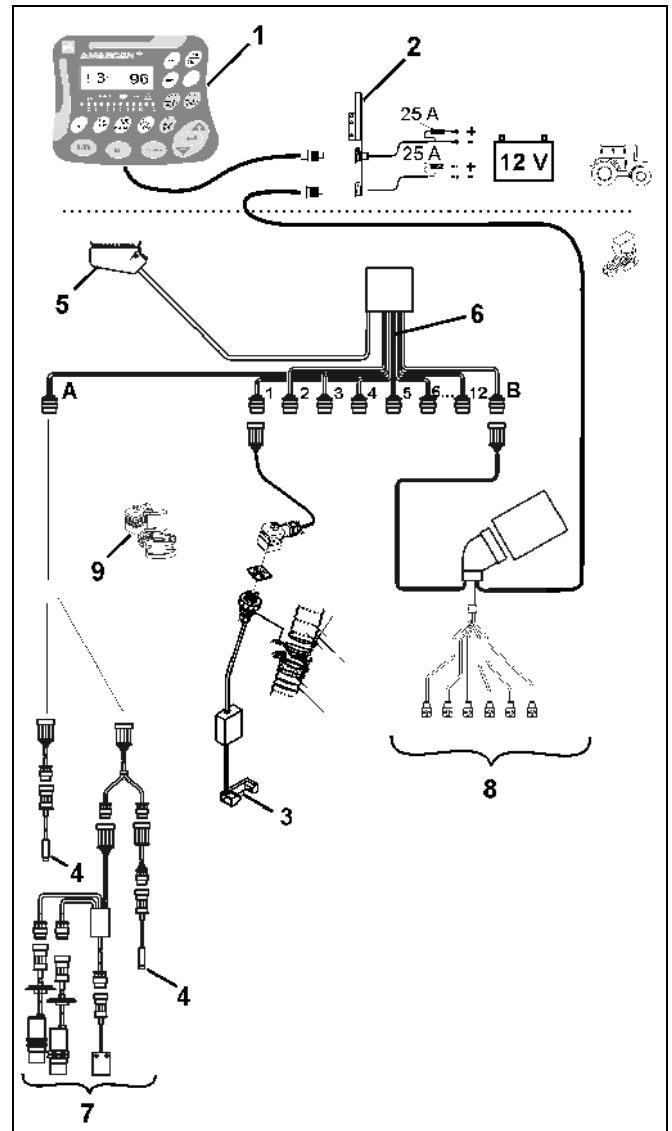

図 3
- 播種ユニットの監視のために、分離ディスクから離れ、光電センサ (図 3/3) (赤外線ライトバリア) を通過した後、各種子によりインパルスが生成されます。